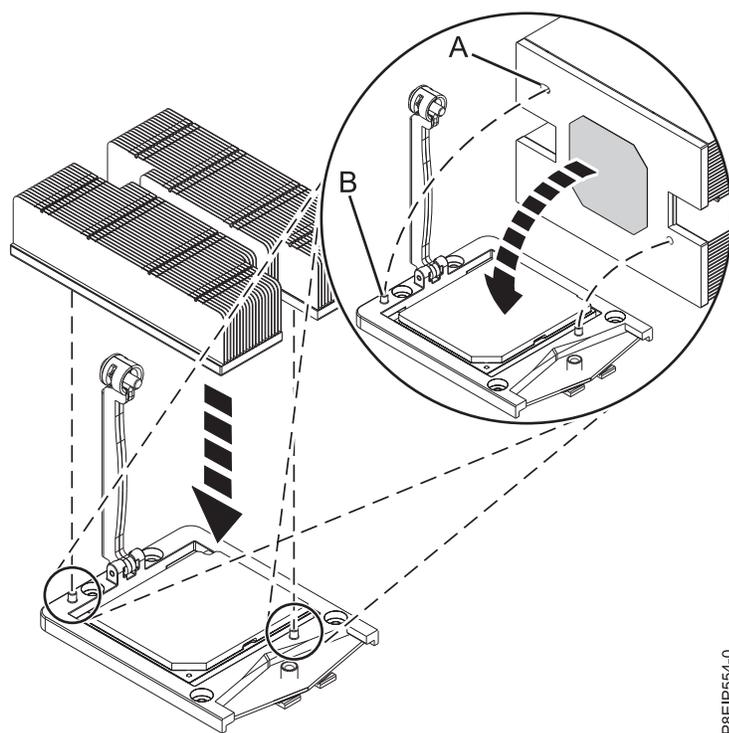

Figura 55. Instalando o dissipador de calor
5. Instale o novo dissipador de calor fornecido que é fornecido no kit de FRU. O TIM é pré-aplicado ao dissipador de calor. Abaixе cuidadosamente o dissipador de calor sobre o módulo de processador do sistema, assegurando que os furos no dissipador de calor (A) estejam alinhados com os dois pinos guia (B) no soquete, conforme mostrado na Figura 55.